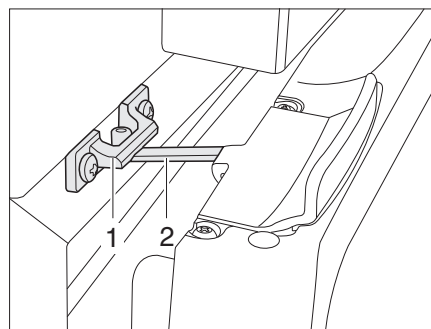

Fig. 134 Puerta del frigorífico en posición de ventilación (Thetford)
■ Abrir el bloqueo (Fig. 134,2) y engatillarlo en el alojamiento del bloqueo (Fig. 134,1). De este modo, la puerta del frigorífico quedará ligeramente abierta.